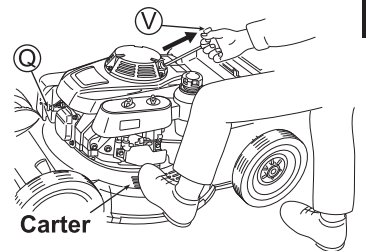

Fig. 13
1. Installez le capuchon de la bougie d'allumage (Q). (Voir Fig. 13)
4. Pour démarrer le moteur, placez un pied sur la pédale du carter, tirez doucement sur la poignée du lanceur (V) et arrêtez temporairement de tirer lorsque vous sentez une certaine résistance du lanceur, puis tirez fortement sur la poignée du lanceur (V) à partir de cette position. Après cela, faites doucement revenir la poignée du lanceur (V) dans sa position initiale. (Voir Fig. 13)